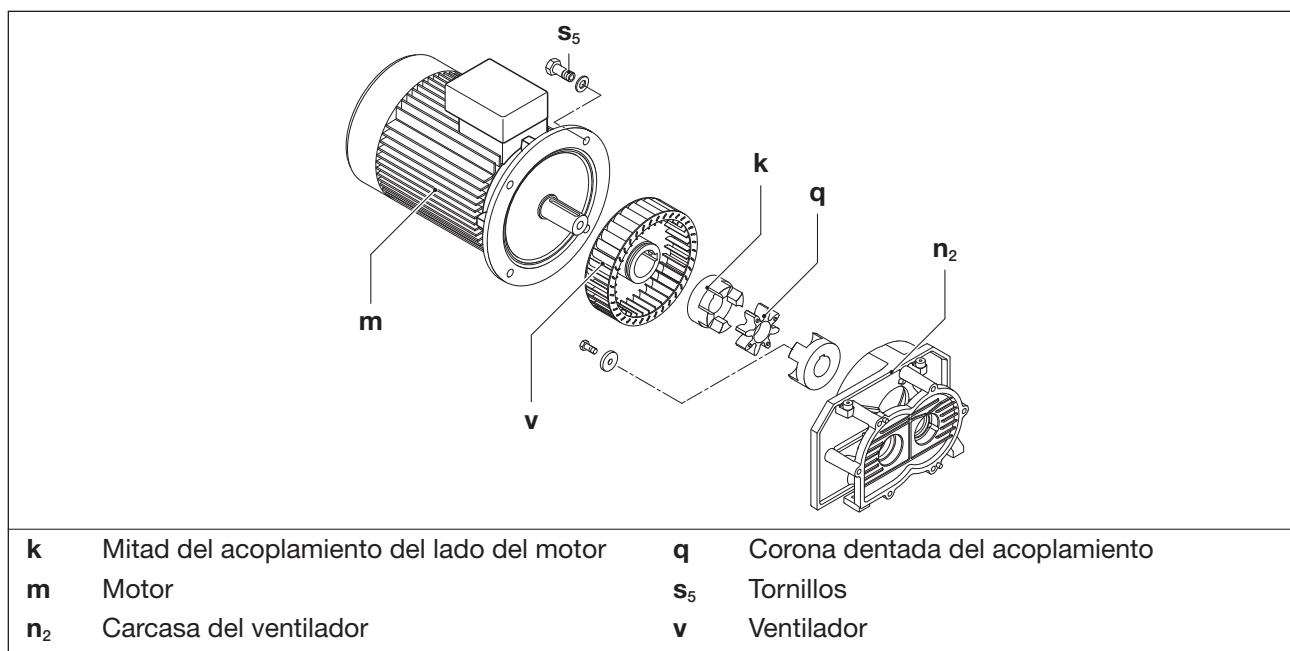

Fig. 8 Acoplamiento
La corona dentada del acoplamiento (Fig. 8/q) está sujeta a desgaste y debe comprobarse periódicamente (al menos 1 vez al año). Comprobar también de vez en cuando si el ventilador (Fig. 8/v) presenta daños.
- Suspender el motor (Fig. 8/m) en la brida de transporte utilizando un equipo de elevación.
- Aflojar los tornillos (Fig. 8/s₅) de la brida del motor y retirar axialmente el motor junto con la mitad del acoplamiento del lado del motor (Fig. 8/k) de la carcasa del ventilador (Fig. 8/n₂).
- Comprobar la corona dentada (Fig. 8/q). Sustituir la corona dentada si está dañada o desgastada.
- Comprobar el ventilador (Fig. 8/v) y sustituirlo en caso necesario.
- Volver a colocar la corona dentada y el motor con parte del acoplamiento del lado del motor de forma axial y con los tornillos (Fig. 8/s₅) fijados en la brida del motor.